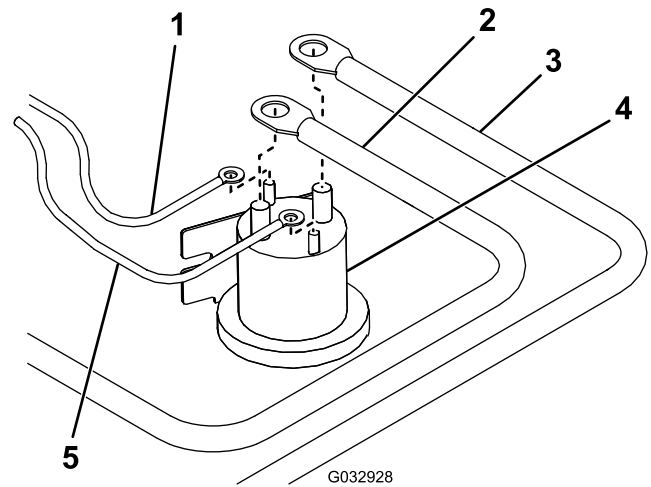

Figure 19
18. Branchez le fil blanc/noir du faisceau de câblage à la petite borne sur le solénoïde de la pompe (Figure 19).
19. Branchez le fil marron du faisceau de câblage à l'autre petite borne sur le solénoïde de la pompe (Figure 19).
21. Reliez le câble d'alimentation/de masse rouge à la grande borne sur le solénoïde de pompe (Figure 19).
22. Reliez le câble de batterie à l'autre grande borne sur le solénoïde de pompe (Figure 19).